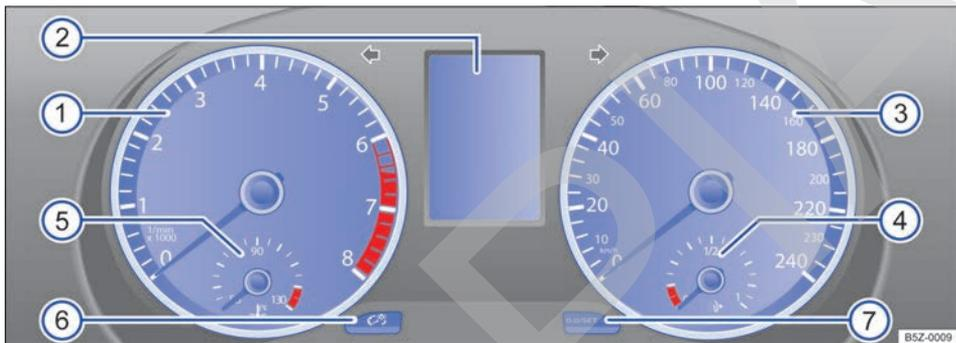

Fig. 9 Panel de instrumentos en el panel de instrumentos.
Significado de los instrumentos → fig. 9:
- Con el encendido conectado, para ajustar el reloj, si fuera necesario, cambiar al indicador del reloj, presionar la tecla → fig. 12 Ⓜ hacia arriba o hacia abajo o presionar la tecla de ajuste → fig. 9 7 .
El indicador del intervalo de servicio aparece en el display del panel de instrumentos → fig. 9 ②.